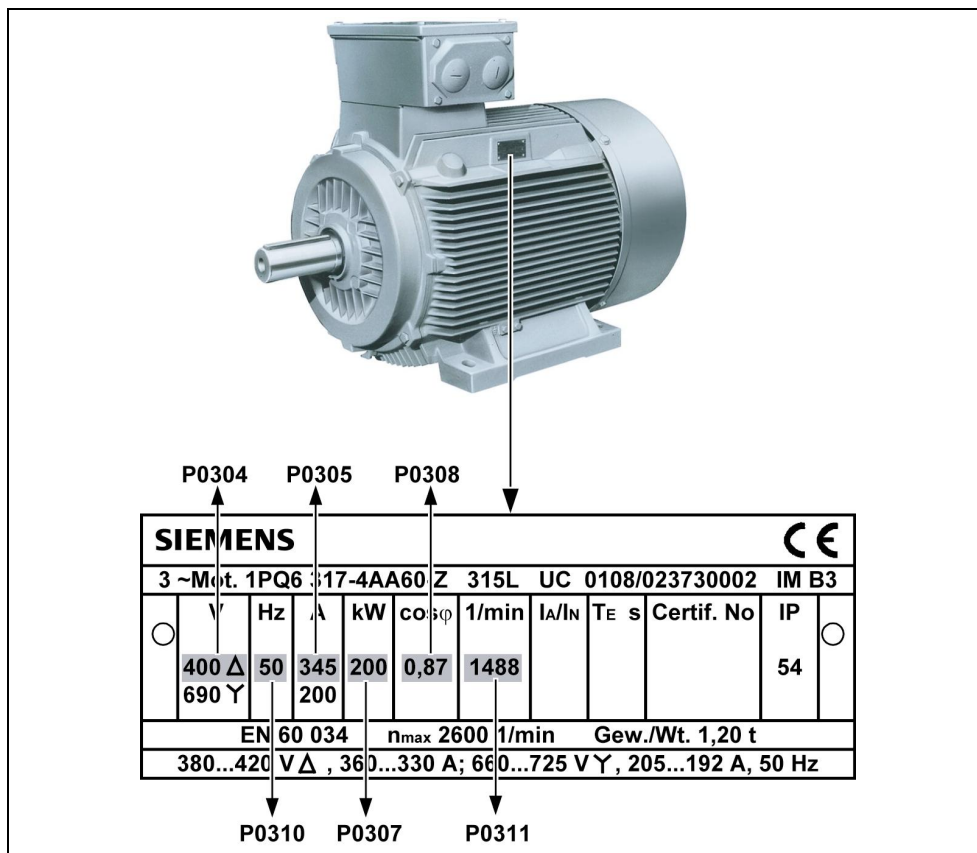

Рис. 3-8 Пример типичного шильдика двигателя
3. Преобразователь программируется на заводе для стандартных приложений со стандартными 4-полюсными двигателями Siemens, имеющими ту же ном. мощность, что и преобразователь. При использовании других двигателей необходимо ввести их данные с шильдиком. Считывание данных двигателя см. рис. 3-8.